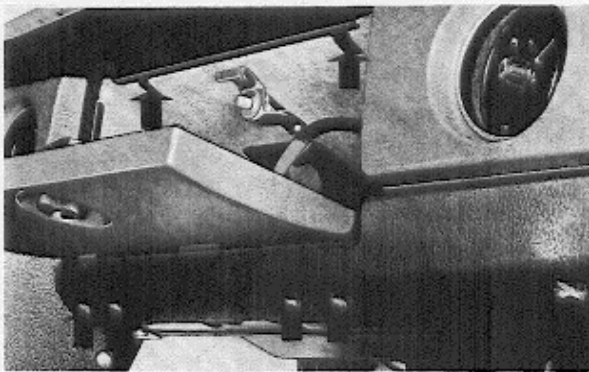
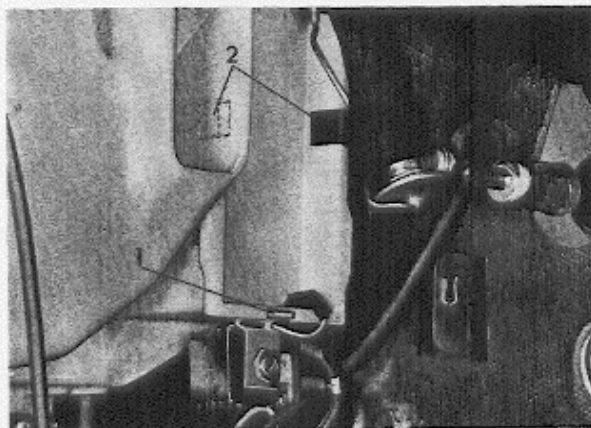

Abb. 8-23 Befestigungsschrauben für Ablagefach und untere Verkleidungs-Stoßleiste am Armaturenbrett
Abb. 8-28 Deckel über dem Klimator
2. Ablagefach und darunter befindliche Verkleidungs-Stoßleiste einschl. Träger vom Armaturenbrett abbauen (Abb. 8-23).
11. Ablagefach (Abb. 8-23), rechte Entfrosterdüse sowie Luftschlauch von der Zentraleinheit zu rechten, mittleren Kugeldüse im Armaturenbrett ausbauen.
16. Verteilerstück (1) für Unterdruckschläuche trennen. Schlauch zum Unterdruckbehälter vom Verteilerstück abziehen.
- (19) Halter für Thermostat (1, Abb. 8-28) von der Zentraleinheit lösen und die beiden Klammern (2) für den Deckel über dem Klimator aufbiegen.
21. Rechte Verkleidungs-Stoßleiste unterhalb des Ablagefachs einschl. Träger vom Armaturenbrett abbauen (Abb. 8-23).
- (4). Klimator in die Zentraleinheit einfahren. Den Deckel mit 2 St. Klammern (2, Abb. 8-28) festspannen. Den Thermostaten am unteren Flansch (1) der Öffnung festsetzen. Rohrstützen vom Klimator und evtl. den Fühlkörper des Thermostaten mit Kitt abdichten.